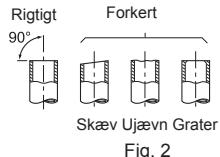

Fig. 2
- Hvis indendørsenhedens medleverede afløbsslange er for kort, skal den tilsluttes den afløbsslange (1), som skal være tilgængelig på installationsstedet. (Fig. 2)